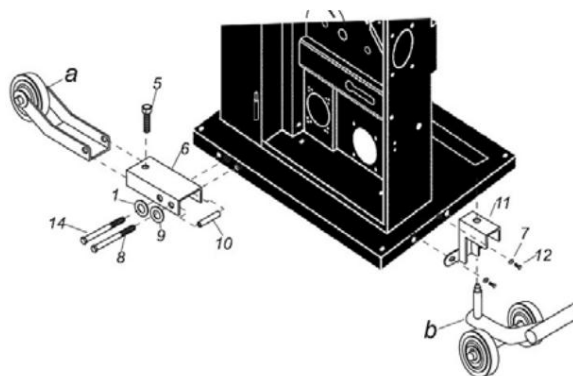

Bild 17: Montering av drivanordningen
Steg 1: Fäst det U-formade fästet (artikel 6, bild 17).
Skruva på den främre monteringsenheten (pos.a, Fig. 17).
Steg 2: Fäst sexkantskruven M10x70 (artikel 14, bild 17) med bricka (artikel 9, bild 17) och hylsa (artikel 10, bild 17) på bandsågens basram.
Steg 3: Bakre svängbara länkhjulsram (Artikel 11, Fig. 17)
Fäst den på bandsågens basram med två sexkantsskruvar M10x20 (artikel 12, bild 17) och en bricka (artikel 7, bild 16).
Justera skruven M12x50 (pos. 5, bild 17) och höj maskinen ca 5 mm över marken.
Steg 5: Drivanordningen (pos.b, Fig. 17) i
Sätt in den svängbara länkhjulsramen (artikel 11, bild 17), tryck ner spaken för att kunna flytta maskinen.